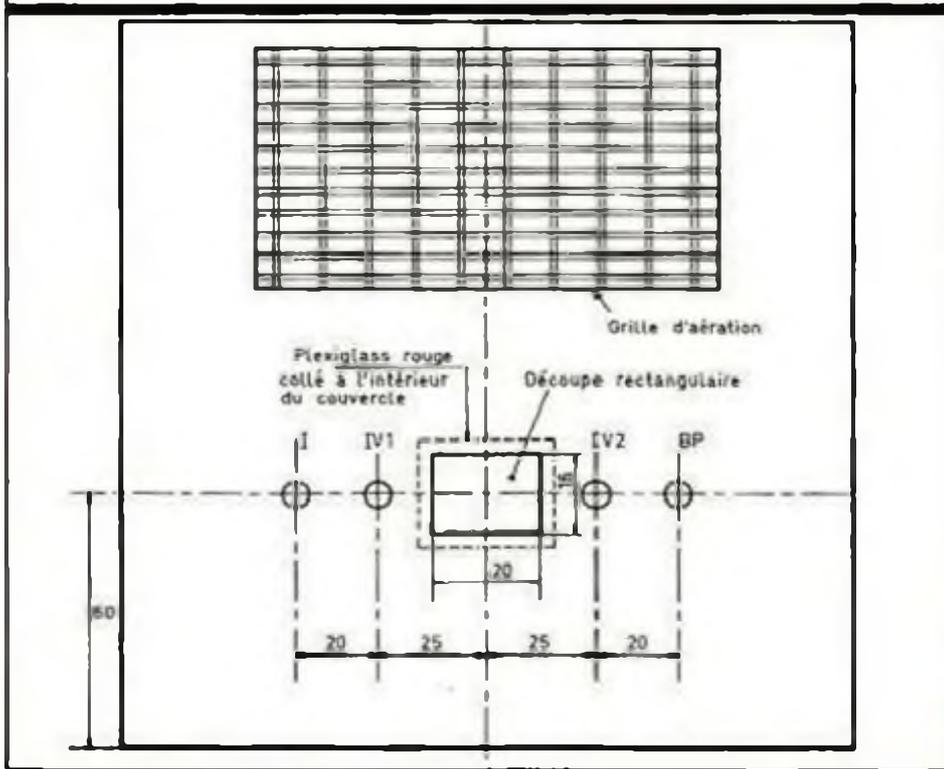

Fig. 11 Travail du boîtier Teko.
c) Montage dans le boîtier Teko (fig. 11)